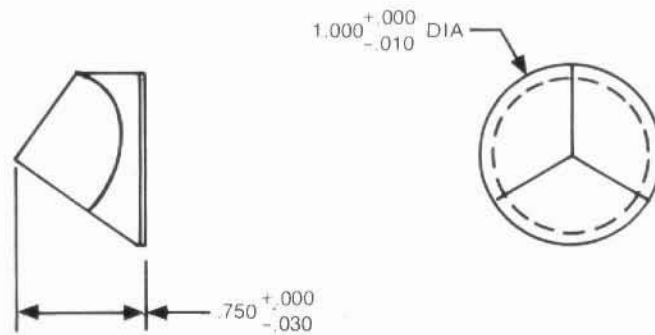

Figure 8-11. HP Cube Corner (HP P/N 1000-0326), Dimensions
**Dimensions:** See Figure 8-11.